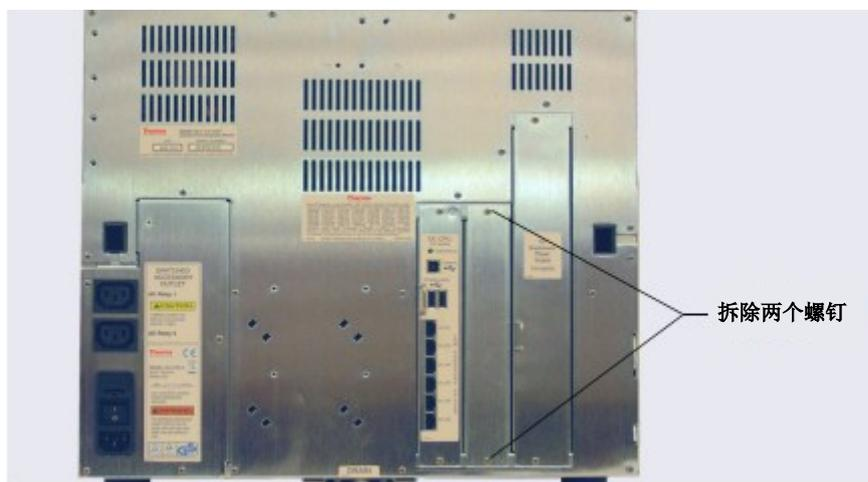

图 10-39. DC 后面板: 拆除 I/O 选件盖板
4. 在 DC 后面板上, 拆除连接 I/O 选件盖板或现有 I/O 选件电路板与后面板的两个螺钉 (见图 10-39)。保存螺钉。